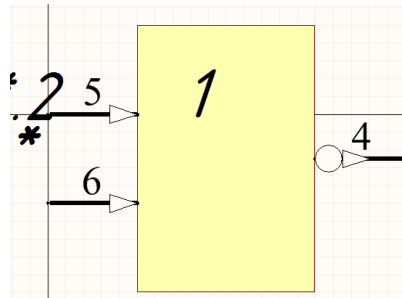

Рис. 2.20
8) Розмістіть елемент так, як він був розміщений у першій частині та відредагуйте номери контактів як зображено на Рис. 2.20.